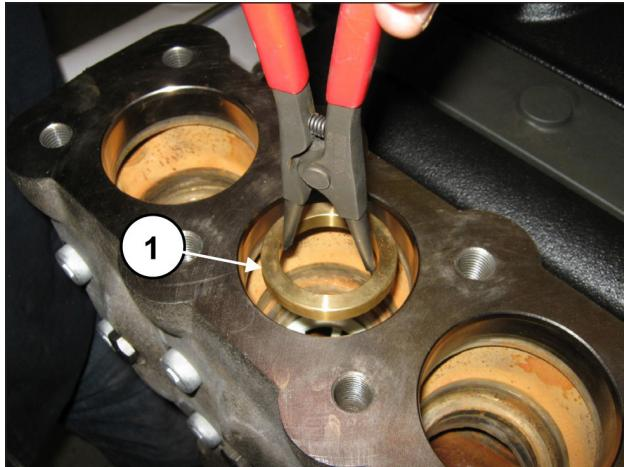

Fig. 101
Estrarre l'anello distanziale sede valvola (pos. ①, Fig. 101).